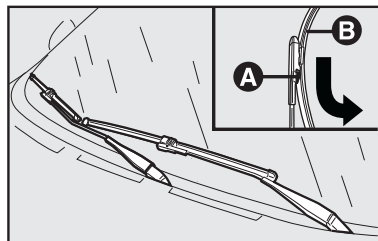

fig. 27
## Substituição das palhetas do limpador do para-brisa - fig. 27
- 2) Pressionar a trava **A**-fig. 27 e retirar a palheta **B** empurrando-a para baixo e desengatando-a do braço;